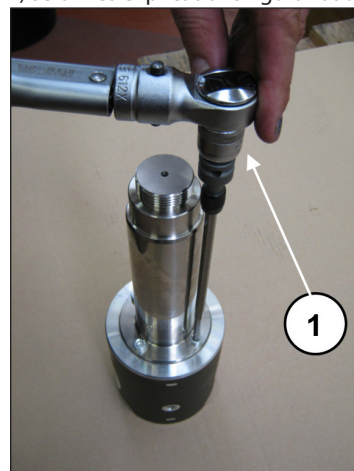

Fig. 44
Bloquer le guide de piston dans un étau à l'aide d'un outil spécial et serrer les vis à l'aide d'une clé dynamométrique (rep. ①, Fig. 44) selon les explications figurant au chapitre 3.